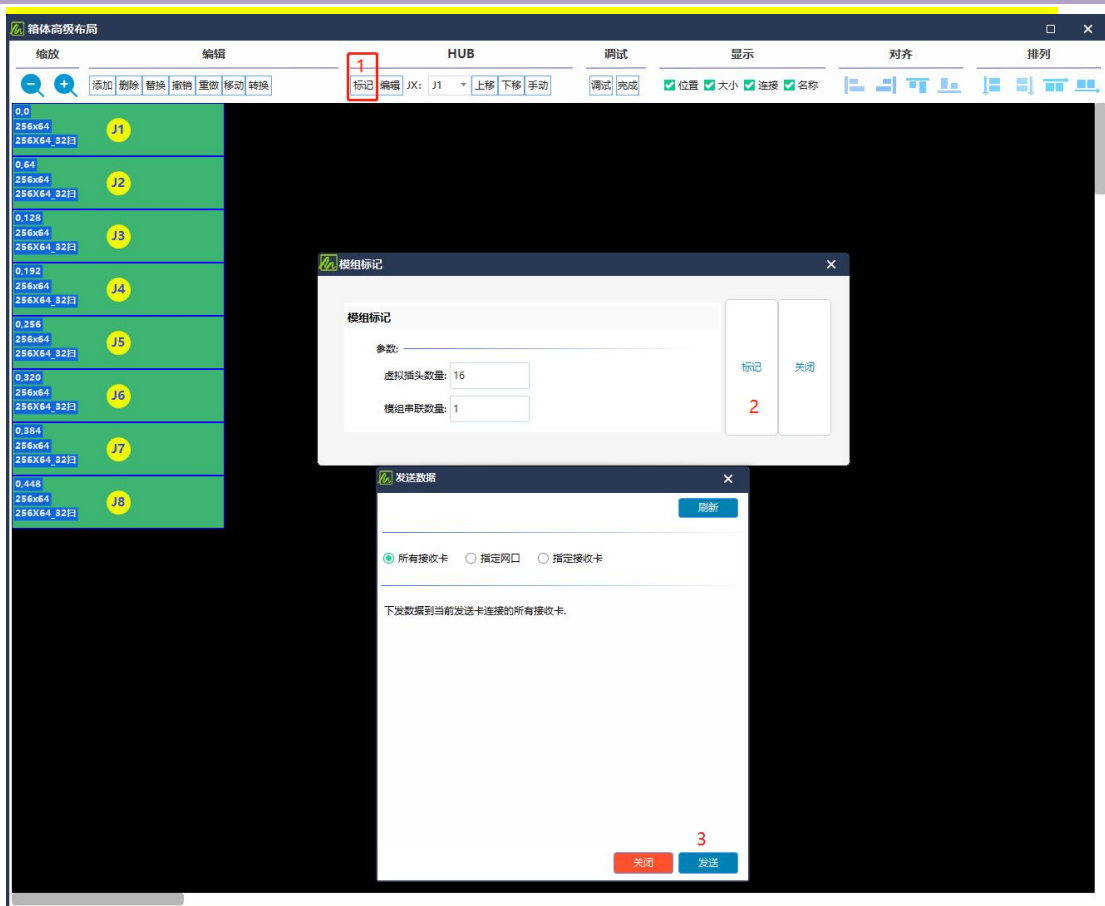

图 4-2-9 模组标记
模组标记：在 HUB 栏下点击“标记”按钮，设置虚拟插头（HUB 口）数量、以及模组串联数量，点击“模组标记”中的“标记”按钮，即可指定网口或接收卡打开模组标记，如图 4-2-9 所示。
(4) 配置接收卡的带载宽/高后，系统会自动计算性能配置，如果对显示效果不满意，也可手动更改参数，如图 4-2-9 所示。